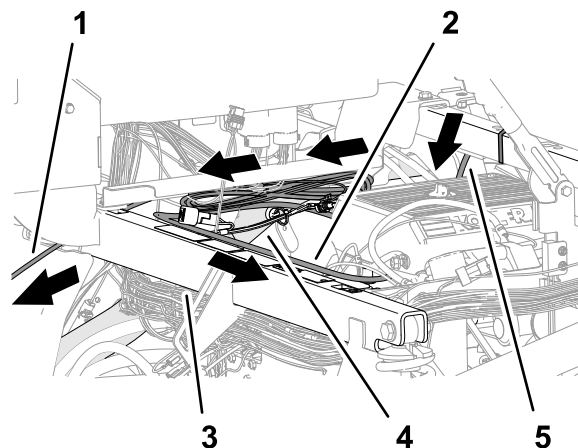

Figura 205
5. Encaminhe a cablagem de dados e cablagem da bateria através da travessa de suporte do banco e prenda a secção de 390 cm da cablagem de dados para a travessa com duas braçadeiras de cabos (Figura 203 e Figura 205).
6. Encaminhe a secção com 220 cm da cablagem da bateria ao longo do tubo da estrutura superior direita (Figura 205).
7. Encaminhe a secção com 220 cm da cablagem da bateria através do tubo de suporte do para-choques em direção à bateria (Figura 205).
8. Encaminhe a secção com 220 cm da cablagem dos dados (a secção da cablagem com o conector de 26 tomadas) por baixo da consola de controlo e para a frente na direção do painel de controlo (Figura 205).